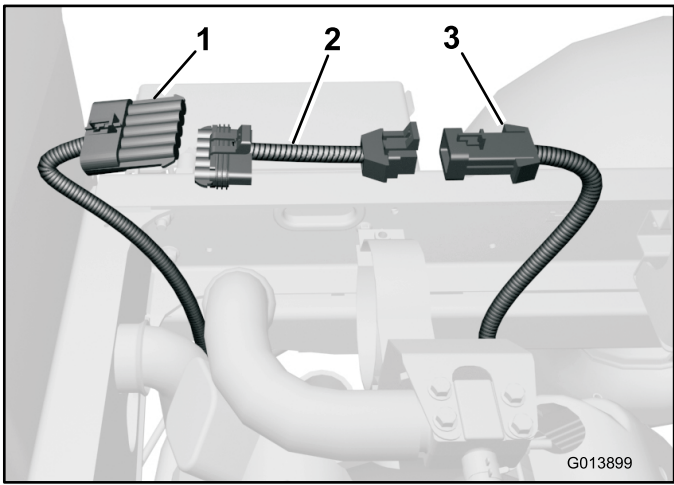

Figura 26
- Localize o adaptador (Figura 26) nas peças soltas.